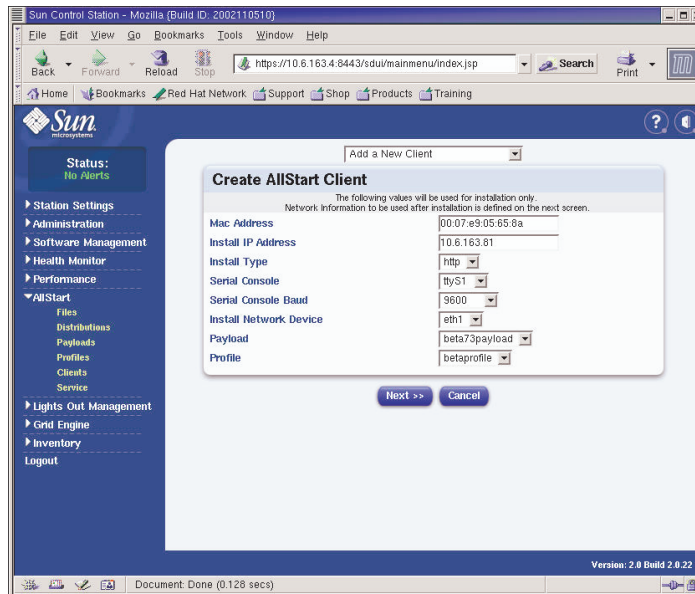

FIGURA 2-18 Finestra Create AllStart Client
**3. Nella finestra Create AllStart Client, creare il client definendo le informazioni per il nodo su cui verrà caricato il payload (per un esempio, vedere la FIGURA 2-18).**
6. Nella finestra Enter Network Interface Information creare l'interfaccia di rete definendo le informazioni per il nodo su cui verrà caricato il payload (per un esempio, vedere la FIGURA 2-18).